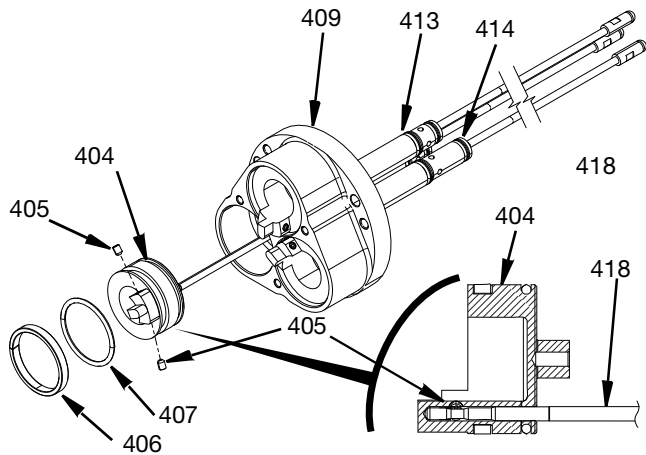

FIG. 32
6. Aplique una fina capa de grasa de litio en las agujas de cierre de bola (418) e insértelas por las guías de sellado de los cojinetes corto y largo (413 y 414).
7. Coloque las juntas tóricas (407) y los anillos guía (406) en los pistones (404).
8. Coloque los pistones (404) en las agujas de cierre de bola (418) FIG. 29y las cavidades del alojamiento del cilindro de aire (409) hasta que los pistones toquen fondo en las cavidades del alojamiento del pistón de aire. Consulte la FIG. 32.